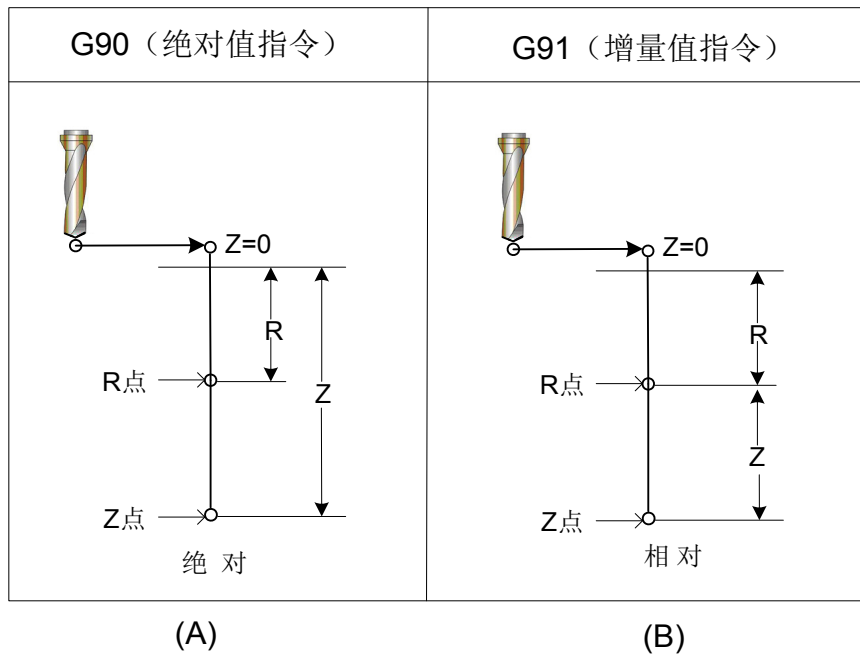

图 3-4-2
R	用增量值指定图 3-4-2 (B) 的从初始点平面到 R 点距离，或者用绝对值指定 R 点的坐标值。进给速度在动作 2 和动作 6 中全都是快速进给。
沿着钻孔轴的移动距离对 G90 和 G91 变化如图 3-4-2 所示。(一般用 G90 编程, 如用 G91 编程, 则 Z 和 R 均按负值处理)